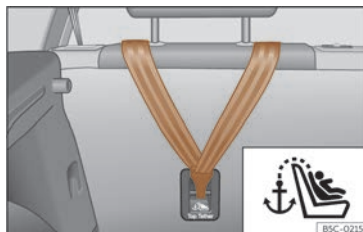
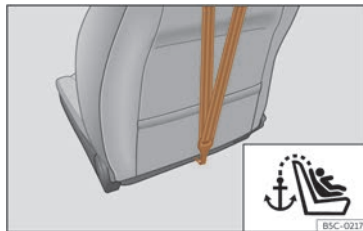

Fig. 46 Parte posterior dos asentos traseros: ancoraxe de suxeición para o cinto Top Tether.
Fig. 47 Parte posterior do respaldo do asento do acompañante: fixación para o cinto Top Tether (non dispoñible en todos os mercados).
- Deslice a correa e fíxela correctamente coa áncora da parte traseira do respaldo >>> **fig. 46**, >>> **fig. 47**.